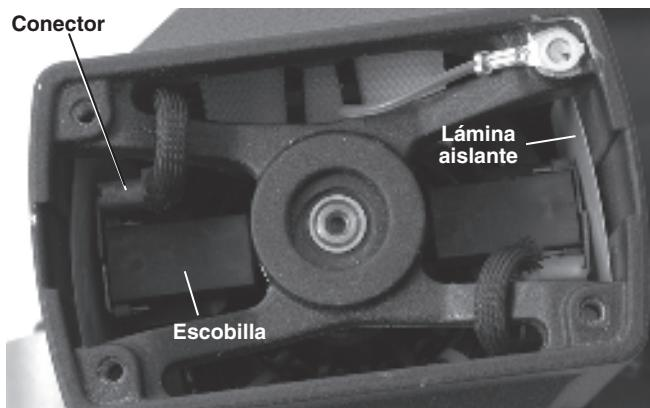

Figura 12 – Reemplazo de las escobillas del motor; la tapa se ha extraído
2. Con un alicate, jale las escobillas del motor rectamente hacia fuera. Desacople el conector (*Figura 12*).